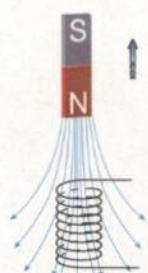

图4.2-4 由于磁铁的插入与抽出，线圈中磁场的强弱在变化。
**分析论证** 在上面第1个实验中，磁铁插入线圈时，线圈中的磁场由弱变强；磁铁从线圈中抽出时，线圈中的磁场由强变弱(图4.2-4)。这两种情况下线圈中有感应电流。